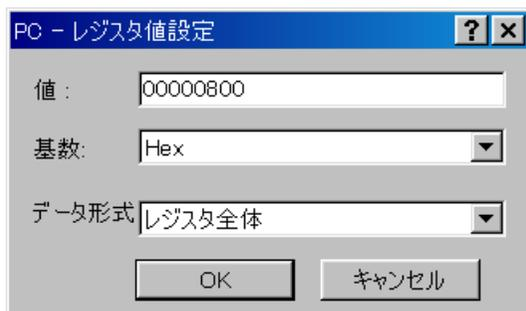

図 6.8 [レジスタ値設定]ダイアログボックス (PC)
2. 正常に実行できない場合、[デバッグ]メニューから[CPU のリセット]を選択し、一度リセットを発行してから、図 6.8 よりやり直してください。